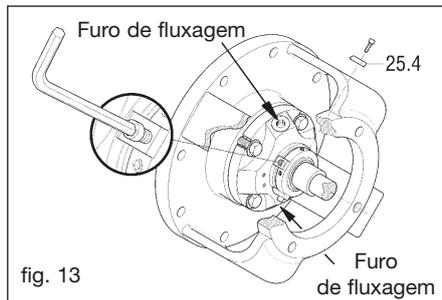

fig. 13
- Bloquear o rotor (03) e remover a porca autorroscante (33).
- Fixar os posicionadores (25.4) de bloqueio da vedação nos respectivos alojamentos (fig. 13).
- Remover os posicionadores (25.4) (fig. 13) de bloqueio da vedação e fixá-los nos respectivos furos da flange para reutilizá-los em fase de desmontagem.